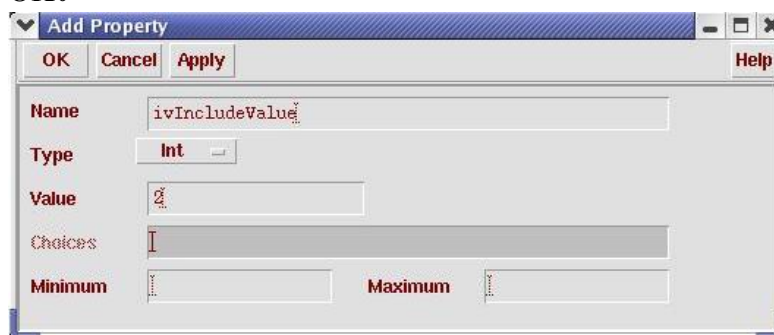

图 12.7 Add Property 窗口
- ① 在 peakDetect 版图设计窗口中，选择 Window→ Fit All[f]，再按盲键[^f]，只显示最上层的版图，找到窗口底部位于 vinut 与 vdd!之间的 fiducial 模块，点击选择之。
- ② 选择 Design→ Hierarchy→ Descend[X]，在 fiducial 版图窗口中，选择 Design→ Properties[Q]，在弹出的 Edit Cellview Properties 窗口中，点击 Property 按钮，弹出 property editor 窗口。
- ③ 在 property editor 窗口中，点击 Add 按钮，弹出 Add Property 窗口，设置参数如图 12.7 所示：